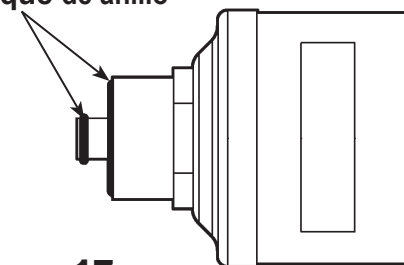

Figura 17
5. Vea el filtro nuevo, verifique que ambos empaques de anillo estén lubricados y colocados correctamente en las ranuras según se muestra en la Figura 17.